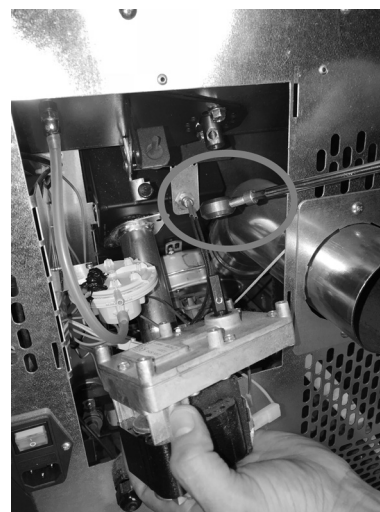

Fig. 73 - Retrait du motoréducteur
- Retirer le motoréducteur en dévissant la vis qui le bloque (voir **Fig. 73**).